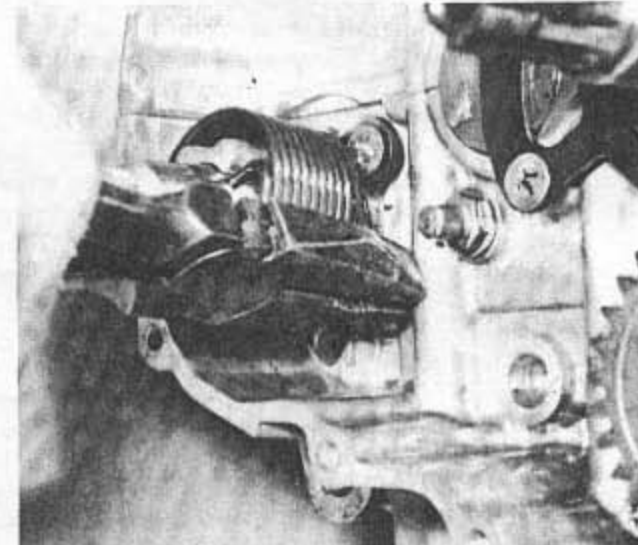

Bild 45
- Mit einer kräftigen Zange packe man das äussere Ende der Kickstarrückholfeder. Das Federende aus seiner Verankerungsbohrung herausziehen, um die Feder im Gegenuhrzeigersinn entspannen zu können (Bild 45). Federführung aus der Feder abheben und das innere Federende aus der radial sitzenden Bohrung in der Kickstarterwelle herausziehen. Feder von der Welle abziehen.